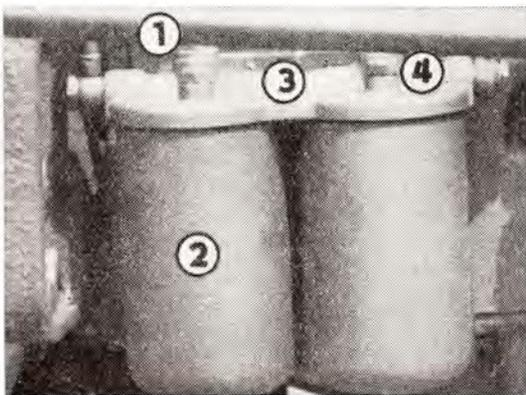

Abb. 17
1. Die Verschlussmutter (Abb. 17/1) der Zentrierschraube ist auszuschrauben.
2. Das Gefäß (Abb. 17/2) ist aus dem Filtergehäuse (Abb. 17/3) in Richtung nach unten herauszunehmen.